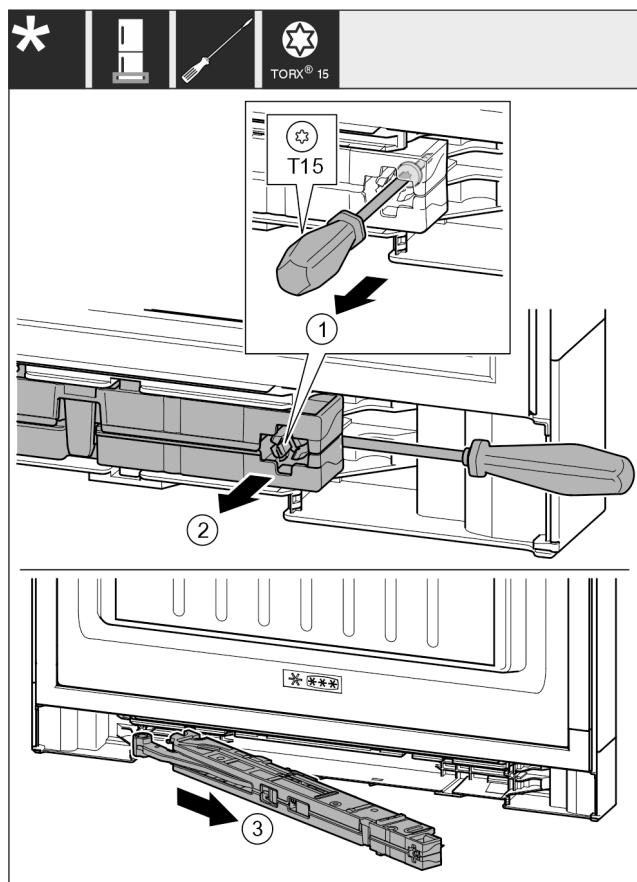

Fig. 19
- Šroub Fig. 19 (1) na jednotce tlumiče zavírání povolte šroubovákem 14 mm.
- Vypačte jednotku tlumiče zavírání Fig. 19 (2) na straně madla šroubovákem dopředu.
- Vytáhněte jednotku tlumiče zavírání Fig. 19 (3).